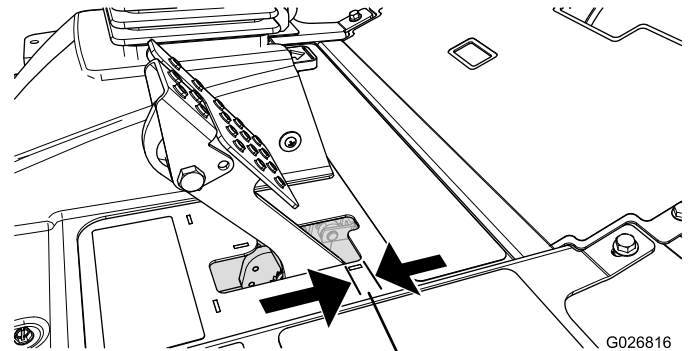

Bild 68
Stellen Sie die Bremsen ein, wenn das Bremspedal mehr als 25 mm Spiel hat, oder wenn die Bremsen nicht mehr gut genug greifen (Bild 68). Als Spiel gilt der Abstand, den das Bremspedal zurücklegt, bevor ein Bremswiderstand spürbar ist.
2. Ziehen Sie die hintere Mutter an, um den Zug nach hinten zu bewegen, bis das Bremspedal ein Spiel zwischen 6,3 mm bis 12,7 mm aufweist, bevor die Radsperre auftritt (Bild 68).